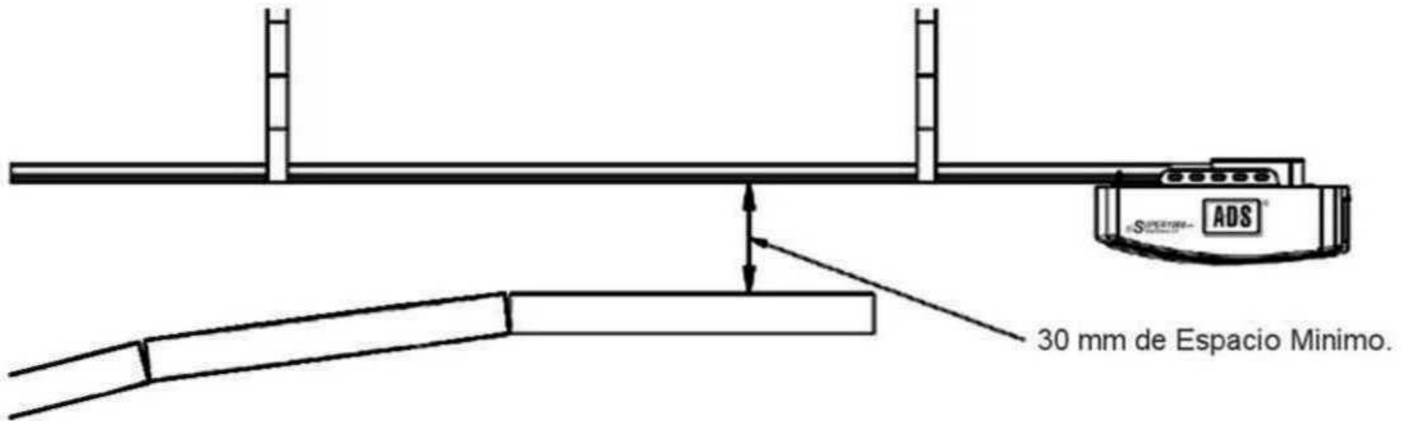

Fig.3
5.Debe haber 30 mm de Espacio como Mínimo entre la parte Inferior del Riel y la parte Superior del Portón en el punto de Apertura. Ver (Fig.3).